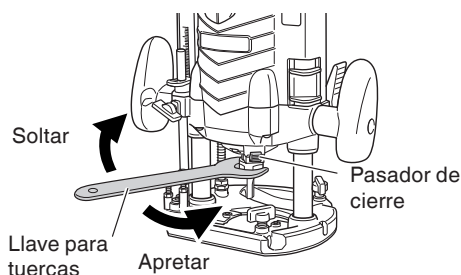

Fig. 3
- (1) Limpie e inserte el mango de la broca en el mandril portabroca hasta al fondo y seguidamente, hágalo retroceder aproximadamente 1/16" (aprox. 2 mm).
- (2) Con la broca insertada y presionando el pasador de bloqueo que sujeta el eje del inducido, utilice la llave de 23 mm para apretar firmemente el mandril portabroca en el sentido de las agujas del reloj (visto desde la parte inferior de la fresadora). (Fig. 3)